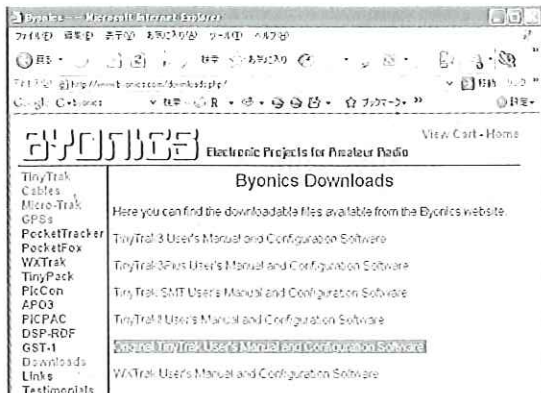

図1 Byonics社のWebページから資料をダウンロード
自作するTinyTrak (TT)の資料は、Byonics社のWeb (<http://www.byonics.com/>)のDownloadsからOriginal TinyTrak User's Manual and Configuration Softwareを選択してダウンロードできます(図1)。Downloadしたtinytrak.zipを解凍すると図2のようなファイルができるので、readme.txtやTinyTrak.pdfを読んで大体の感じをつかんでおくのがよいでしょう。